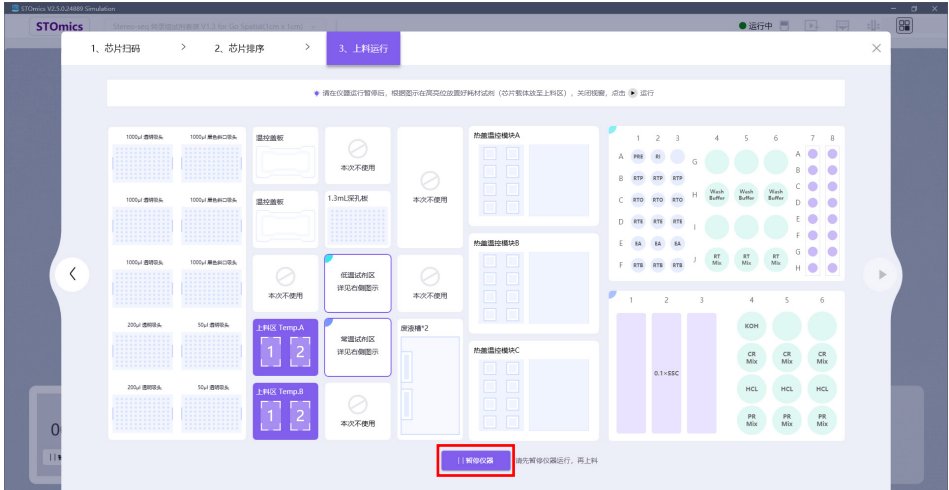
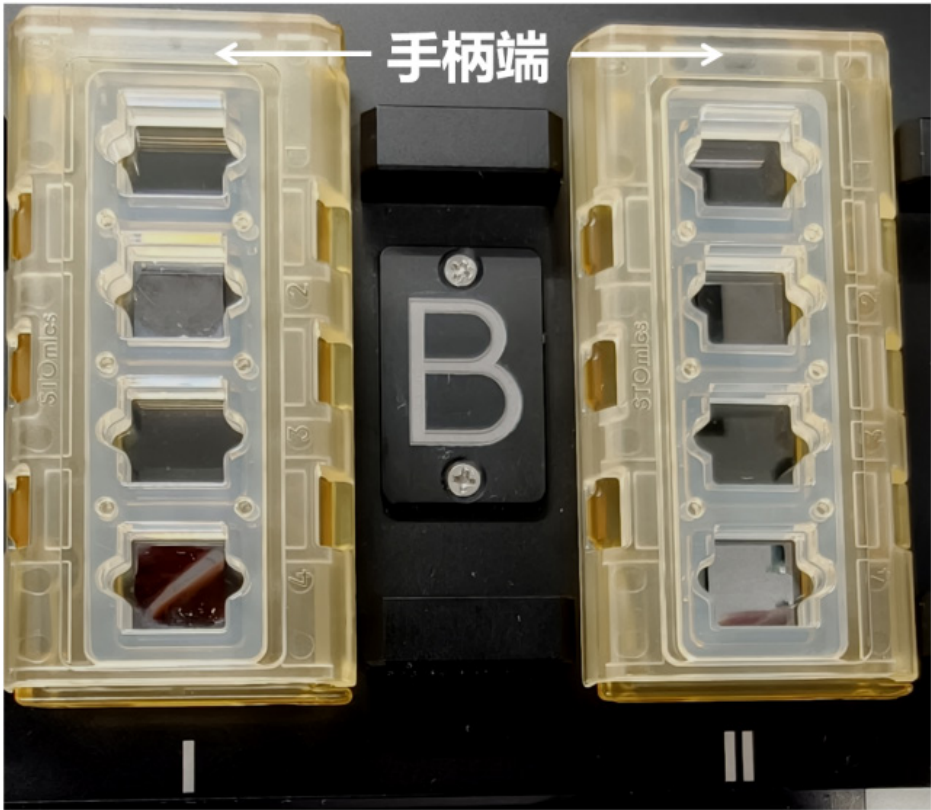

图 3-32 STOmics 软件流程暂停仪器多个上样区界面
图 3-33 上料区 B 芯片载具放置示意图
- e. 录入信息确认后，点击下一步按钮，进入如下图所示的上料运行界面，点击页面下方的“暂停仪器”按钮，如图 3-32，打开舱门，将芯片放置在上料区 B 对应位置，如图 3-33，便可关闭舱门；